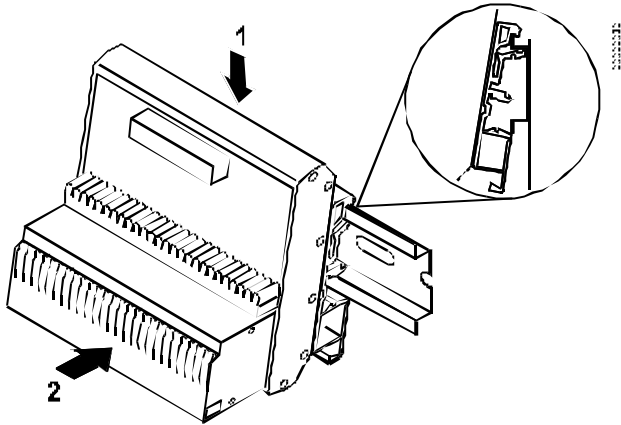

Fig. 38. Montaje de bloques de Terminales Phoenix.
1. Montar los bloques de terminales Phoenix en carril DIN según Fig. 38.